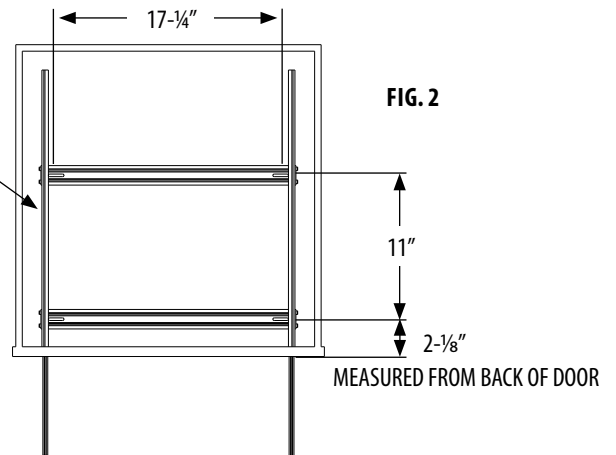

FIG. 2
STEP 2) PREDRILL HOLES TO DIMENSIONS SHOWN AND MOUNT THE BOTTOM CHASSIS WITH THE 4 #8 MOUNTING SCREWS INCLUDED. (FIG. 2)
Paso 2) Pre taladre orificios en función de las dimensiones que aquí se muestran y monte el chasis inferior con los cuatro tornillos de montaje #8 que se incluyen. (FIG. 2)
Étape 2. Percez les trous selon les dimensions indiquées et montez le châssis du bas avec les 4 vis #8 de montage incluses. (FIG. 2)